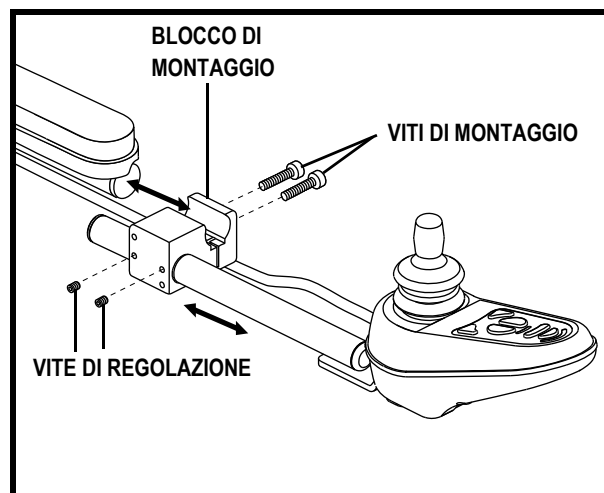

Figura 18. Posizione della centralina (è illustrato il blocco di montaggio standard)
4. Allentare le viti di montaggio nel blocco di montaggio. Vedere figura 18.
1. Allentare le viti di montaggio nel blocco di montaggio. Vedere figura 18 o 19.